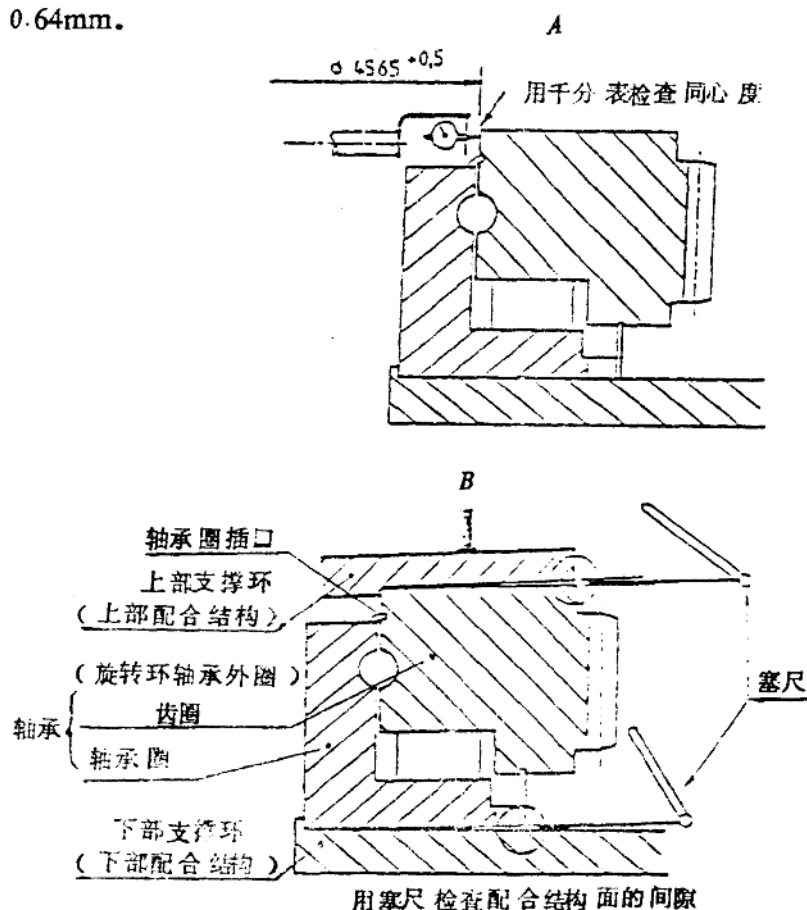

图 1-7 旋转环的安装及测量简图
用千分表检查轴承内圈的同心度 (见图 1-7 A 示)。
(8)检测间隙度 (用塞尺, 如图 1-7 B 示)。